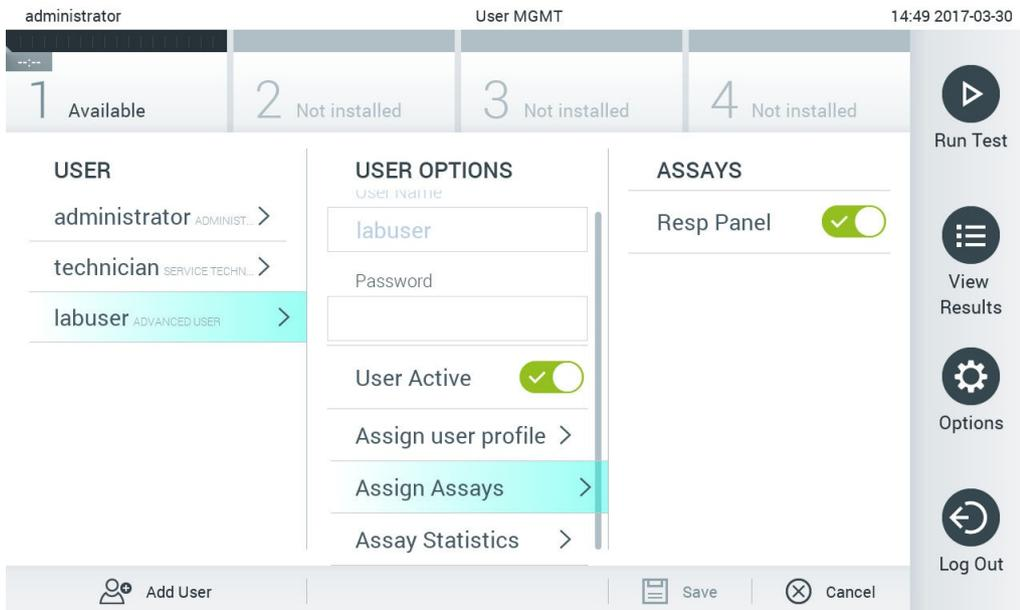

Figura 62. Assegnazione di esami agli utenti.
- Assign Assays (Assegna esami): permette di definire gli esami del database degli esami che l'utente può eseguire. Selezionare gli esami dall'elenco a destra dell'area dei contenuti (Figura 62).